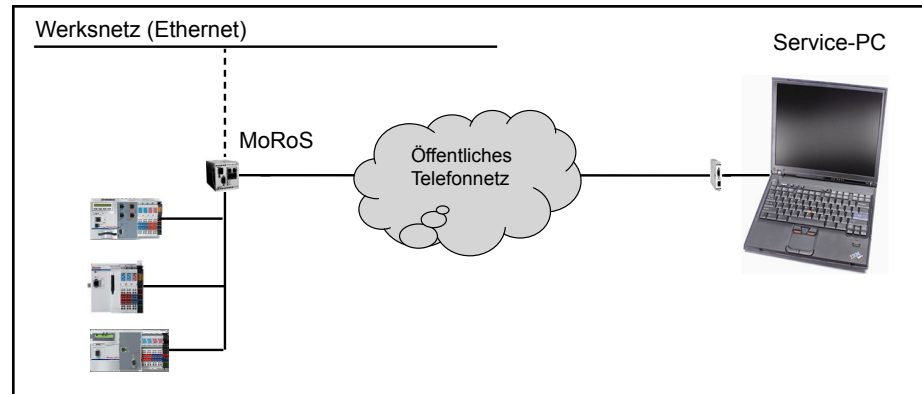

Abb. 12-2: DFÜ-Verbindung zwischen Service-PC und MoRoS
- DFÜ-Verbindung zwischen Service-PC und einem MoRoS, siehe Abb. 12-2 "DFÜ-Verbindung zwischen Service-PC und MoRoS" auf Seite 470
spielhaften Verbindungsaufbau siehe Abb. 12-2 "DFÜ-Verbindung zwischen Service-PC und MoRoS" auf Seite 470.